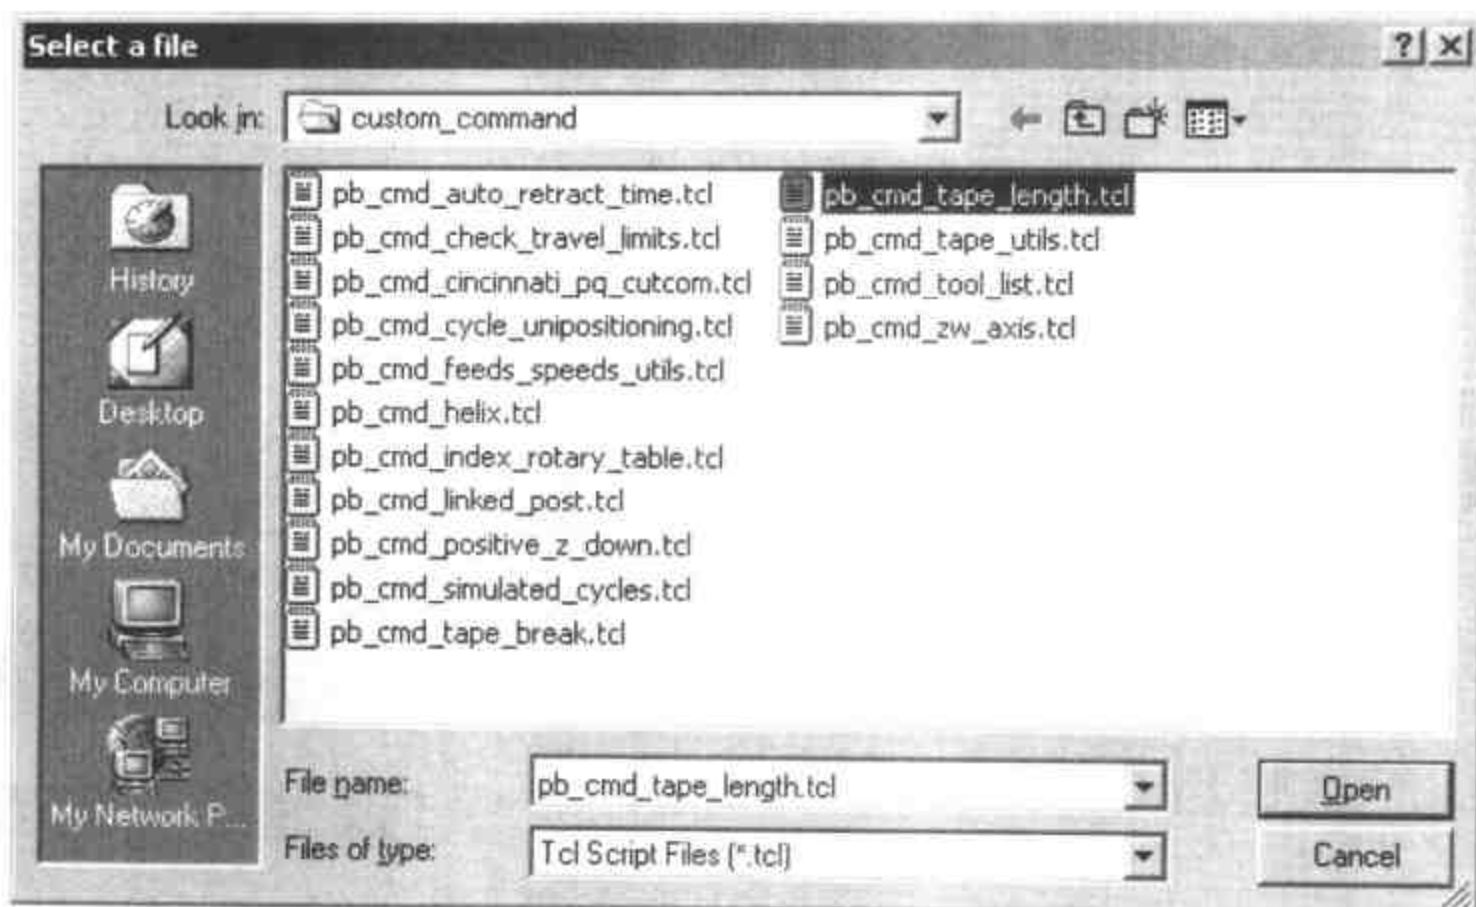

图 5-11 选择文件
- 选择 pb_cmd_tape_length.tcl 文件 (如图 5-11 所示)。